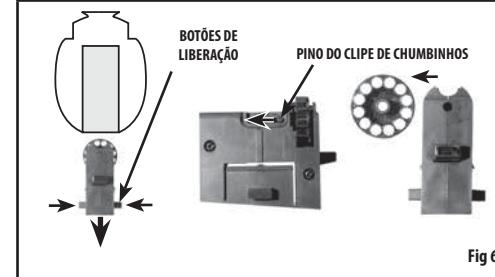

Fig 6
- Deslique o pino do clipe de chumbinhos para a frente e remova o clipe pela lateral do carregador. (Fig. 6).
- Deslique o pino do clipe de chumbinhos para a frente e remova o clipe pela lateral do carregador. (Fig. 6)